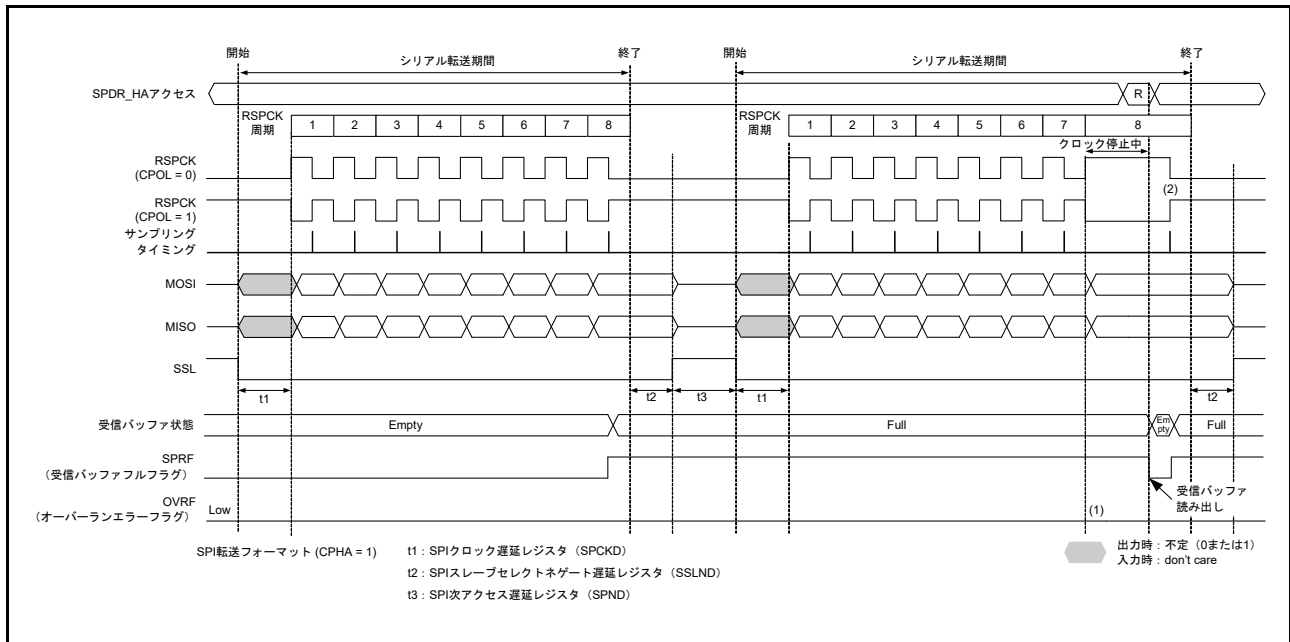
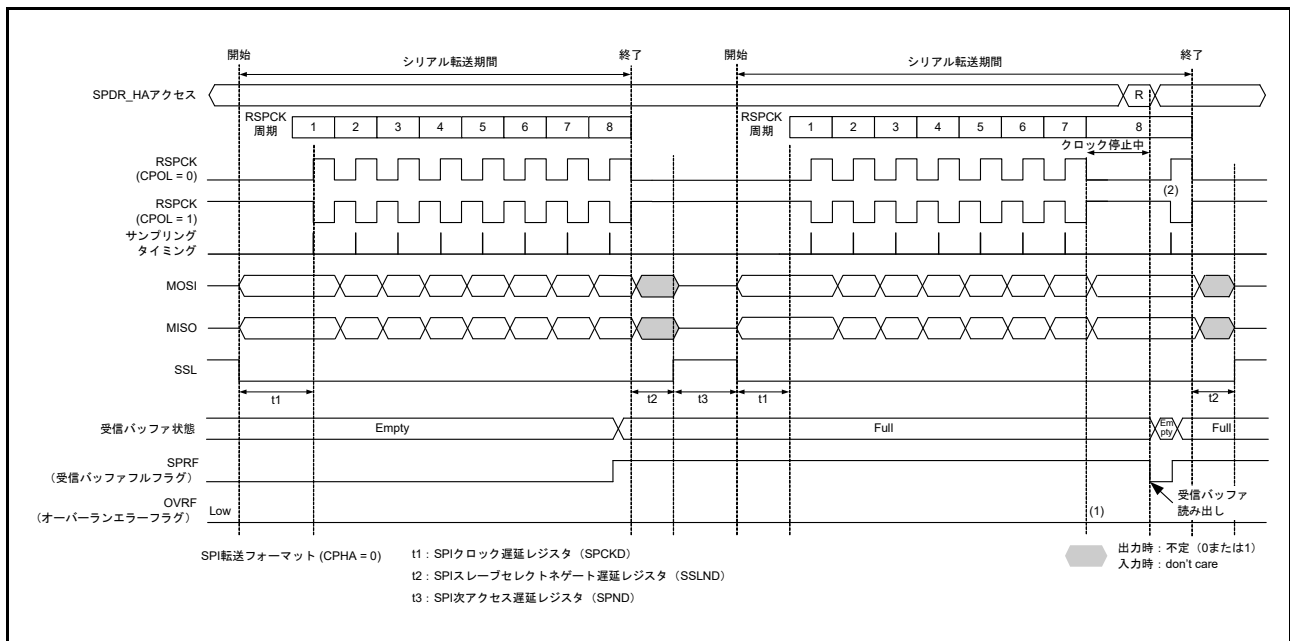

図 31.29 マスタモードの受信バッファフル状態でシリアル転送が継続するときのクロック停止波形 (CPHA = 1)
図 31.30 マスタモードの受信バッファフル状態でシリアル転送が継続するときのクロック停止波形 (CPHA = 0)
マスタモードで RSPCK 自動停止機能を有効にした場合は、オーバーランエラーが発生しません。図 31.29、図 31.30 にマスタモードの受信バッファフル状態でシリアル転送が継続するときのクロック停止波形を示します。
以下に、図 31.29 および図 31.30 の (1)、(2) に示したタイミングでのフラグ動作を説明します。
- (1) 受信バッファフルの場合は、RSPCK クロックが停止するためオーバーランエラーは発生しません。
- (2) クロック停止中に SPDR_HA レジスタを読み出すと、受信バッファのデータが読み出せます。受信バッファの読み出し後 (SPSR.SPRF フラグが 0 にされた後)、RSPCK クロックが再開します。